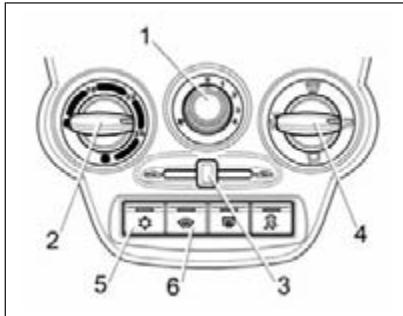

Рис. 39. Блок управления климатической системой (в вариантом исполнении)
- **рукоятку 3** (см. рис. 37 и рис. 39) перевести в крайнее левое положение ,
**В вариантом исполнении** (см. рис. 39) климатическая установка имеет дополнительный режим кондиционирования, обеспечивающий охлаждение воздуха, подаваемого в салон автомобиля.
2. Включите вентилятор, установив **рукоятку 1** (см. рис. 39)
Для установки желаемой температуры воздуха в салоне поверните **рукоятку 2** (см. рис. 39) по часовой стрелке для повышения, против часовой стрелки для понижения. Температура будет поддерживаться автоматически в пределах производительности климатической установки и установленного допуска.
2. Поверните **рукоятку 2** (см. рис. 39) против часовой стрелки влевое положение до упора (синяя точка на блоке управления).
4. **Рукояткой 1** (см. рис. 39) включите максимальную скорость вентилятора климатической установки (положение «4»).
Для включения/выключения ЭОВС нажмите **кнопку 6** (см. рис. 39), при включении загорается индикатор на кнопке выключателя. Контрольный световой индикатор, расположенный на кнопке выключателя, будет светиться желтым светом в течение всего времени работы системы электрообогрева. Система ЭОВС функционирует только при работающем двигателе.